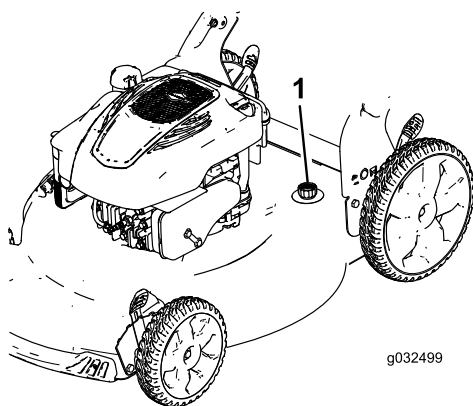

Figure 29
4. Branchez un tuyau d'arrosage, relié à une arrivée d'eau, au raccord de lavage (Figure 29).